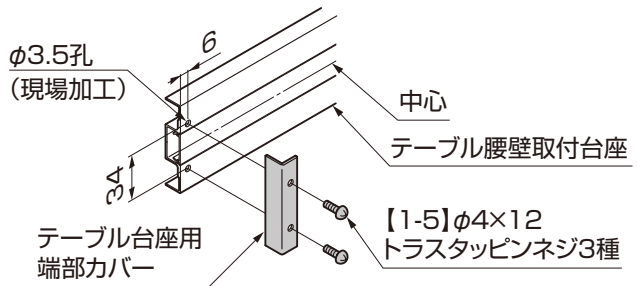

図2-14 A部詳細図
② テーブル腰壁取付台座にφ3.5の孔をあけ、テーブル台座用端部カバーを【1-5】で取付けてください。(図2-14参照)
(3) 天板の取付け